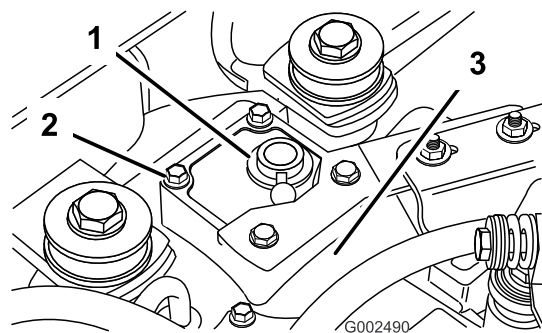

図 5
1. トランスアクスル・ハウジング上部のカバーの固定ネジ 4 本を外す(図 5)。マフラのブラケットを外す。